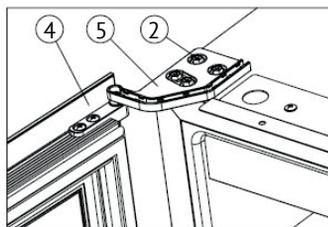

Рисунок 6
➔ Переверните дверь (4) на 180 градусов и вставьте правую нижнюю петлю (5), затяните винты М5*16 (2) (Рисунок 6).